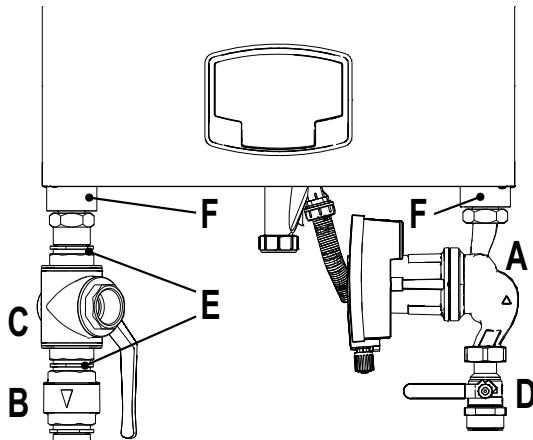

рис. 34- Котел с установленными комплектами
арт. 042070Х0 - КОМПЛЕКТ ВЫСОКОПРОИЗВОДИТЕЛЬНОГО ЦИРКУЛЯЦИОННОГО НАСОСА - 7 м (A - рис. 34)
арт. 042071Х0 - КОМПЛЕКТ ВЫСОКОПРОИЗВОДИТЕЛЬНОГО ЦИРКУЛЯЦИОННОГО НАСОСА - 10 м (A - рис. 34)
- 1 **НЕВОЗВРАТНЫЙ КЛАПАН - Гнездовое 1"1/2** (B - рис. 34)
- 2 **3-ХОДОВОЙ ВЕНТИЛЬ - Гнездовое 1"1/2** (C - рис. 34)
- 3 **ВЕНТИЛЬ Штыревое/гнездовое 1"1/2** (D - рис. 34)
- 4 **СОЕДИНИТЕЛЬНЫЙ ПАТРУБОК 1"1/2** (E - рис. 34)
- 5 **Соединительные трубы подачи и возврата 1"1/2** (F - рис. 34)